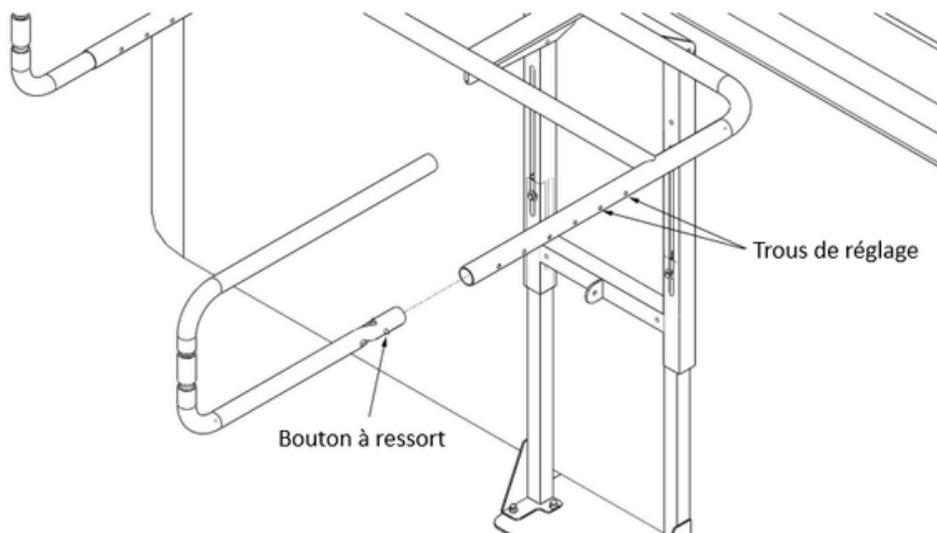

Figure 8
8. Fixez les bras en U gauche et droit sur les ouvertures des tubes du bras amovible ccEE en utilisant les boutons à ressort. Le trou vous permettra de basculer les bras en U aussi bas que possible, sans heurter le sol. Voir figure 8.